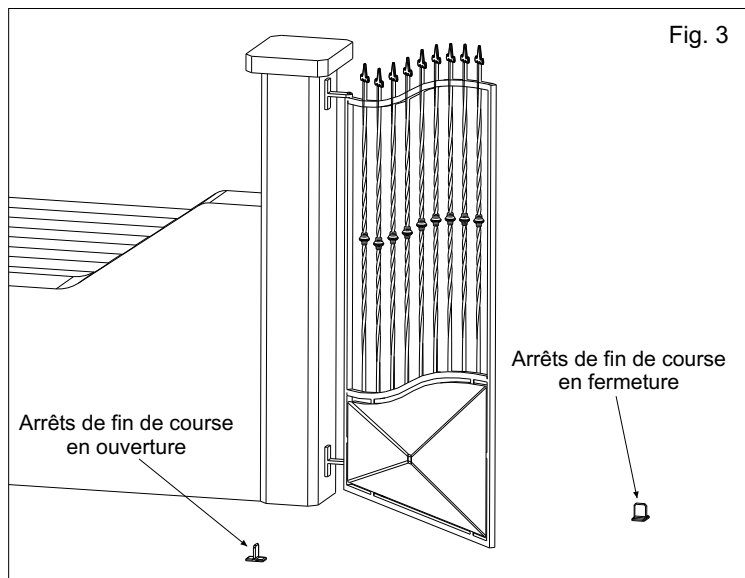

Fig. 3
- Dès qu'il n'y a pas des fins de course dans l'actuateur, il faut installer des arrêts mécaniques de fin de course sur le sol en fermeture et en ouverture (Fig.3).